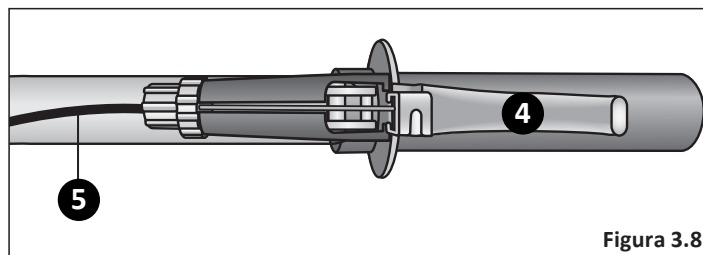

Figura 3.8
- 4 Suelte la maneta de freno. **Figura 3.8**